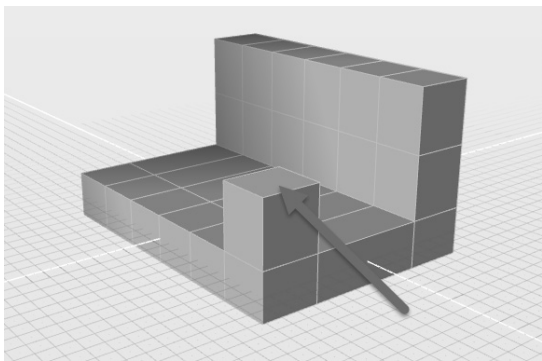

图 7-8 挤出单个面并设定挤出高度
6) 按快捷键〈D〉，切换至编辑面状态。选中图 7-8 所示的面，向 Z 轴正方向挤出高度“40cm”。